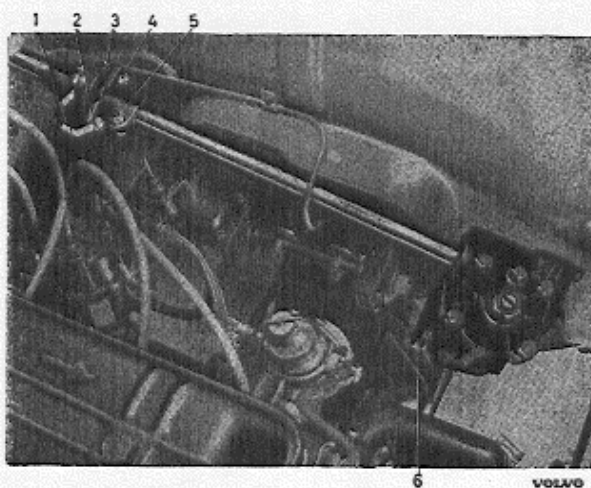

Abb. 30 Lenkschnecke
2. Die beiden Muttern (2 und 4, Abb. 30) lösen und Schrauben entfernen.
4. Die drei Befestigungsschrauben (6 Abb. 30) lösen und entfernen.
1. Lenkschnecke von außen abwaschen und Flansch (5 Abb. 30) von der Lenkspindel abschrauben.
Die Lenkrollenwelle darf nicht zu lose in den Buchsen sitzen. Falls der Sitz zu lose ist, müssen die Buchsen erneuert werden. Dabei werden sie an ihrer jeweiligen Seite mit der Abziehvorrichtung SVO 1819 (Abb. 30) ausgebaut. Buchse im Lenkrollenwellendeckel kann nicht versetzt werden, so daß der vollständige Deckel erneuert werden muß.
1. Lenkschnecke anbringen. Vorsicht, wenn der Kupplungsflansch die Bremsleitung passiert. Befestigungsschrauben (6 Abb. 30) anbringen.
2. Flansch (5) mit der Kupplungsscheibe (3) verbinden. Masseleitung (1) nicht vergessen.
3. Die Lenkschnecke so einstellen, daß möglichst wenig Spannung an der Kupplungsscheibe vorhanden ist, d. h. daß das obere und untere Teil der Lenkspindel eine gerade Linie bilden. Befestigungsschrauben (6) anziehen.